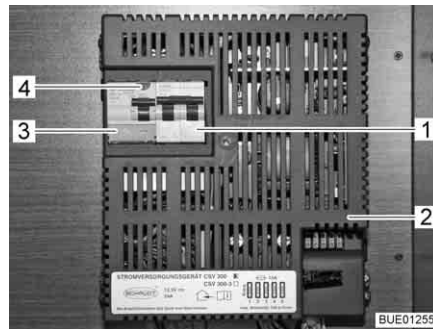

Fig. 130 Interruttore di sicurezza a 230 V e interruttore automatico FI (CSV 300)
Un interruttore di sicurezza per correnti di guasto (interruttore automatico FI) (Fig. 130,3) nell'apparecchio per l'alimentazione elettrica CSV 300 (Fig. 130,2) protegge l'intero veicolo da correnti di guasto (0,03 A).
Un interruttore di sicurezza bipolare collegato in serie (Fig. 130,1) nell'apparecchio per l'alimentazione elettrica protegge la rete di bordo a 230 V.
- Se il veicolo è collegato all'alimentazione a 230 V, premere il tasto di controllo (Fig. 130,4). L'interruttore di sicurezza per correnti di guasto (FI) deve scattare.